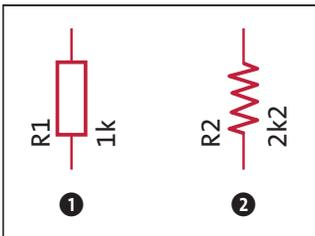

Abbildung 3.1 Schaltbild für den Widerstand
Abbildung 3.1 zeigt das Schaltbild für den Widerstand. Die linke Darstellung ❶ entspricht der EU-Norm und bezeichnet einen Widerstand R1 mit einem Wert von 1 k Ω (kOhm). Die rechte Darstellung ❷ entspricht der US-Norm und bezeichnet einen Widerstand R2 mit einem Widerstandswert von 2,2 k Ω . Ich zeige hier beide Normen, da beispielsweise im weitverbreiteten CAD-Programm *Fritzing*, das ich Ihnen in Abschnitt 3.7.1 vorstelle, die US-Symbole verwendet werden.